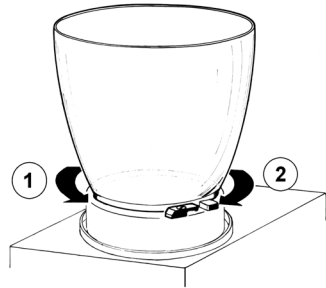

Bild 2
- 4 Entfernen Sie den Behälter, indem Sie ihn (1) entgegen dem Uhrzeigersinn drehen (siehe Abbildung 2).
2 Montieren Sie die Dichtung in ihren Sitz auf dem Behälter. Montieren Sie den Behälter, indem Sie ihn im Uhrzeigersinn (2) drehen. Feuchten Sie die Dichtung mit Wasser an, um diesen Vorgang zu erleichtern (siehe Abbildung 2).